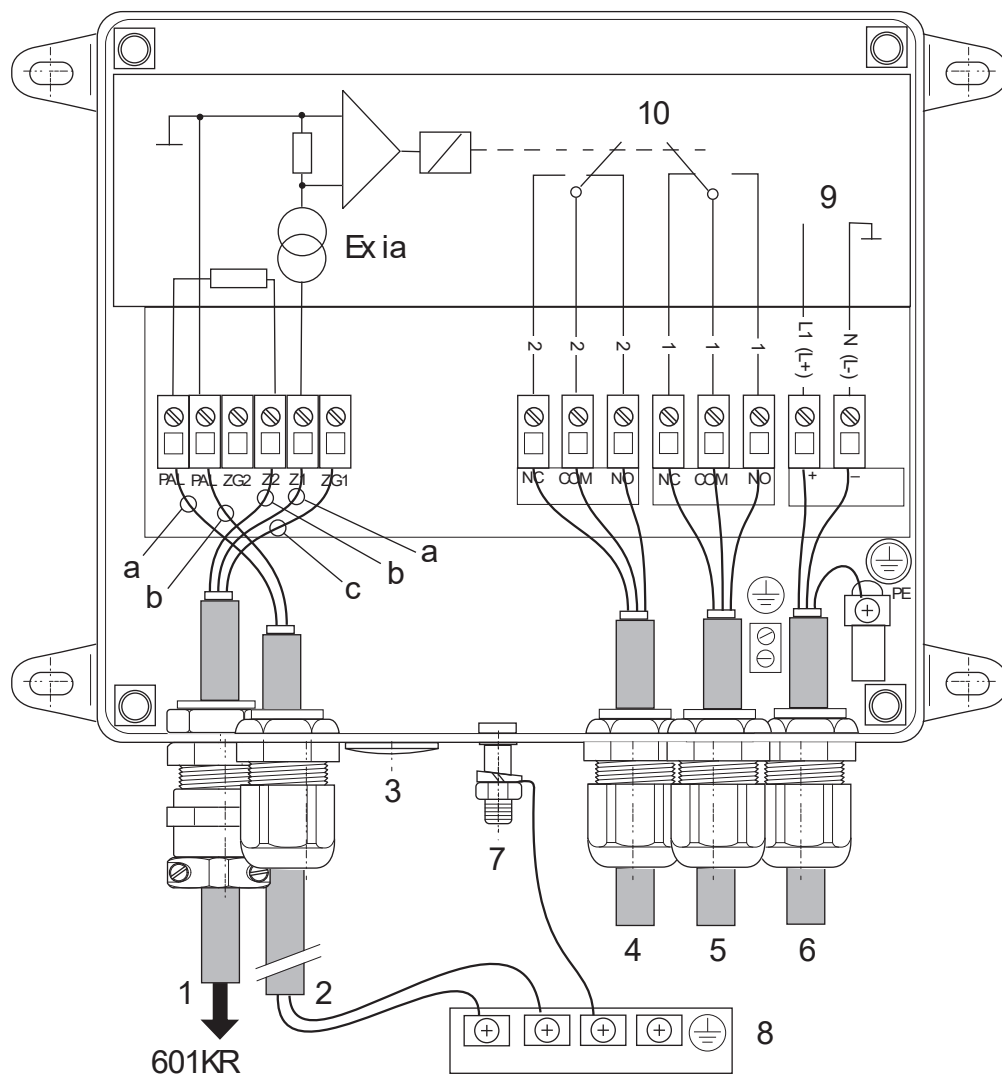
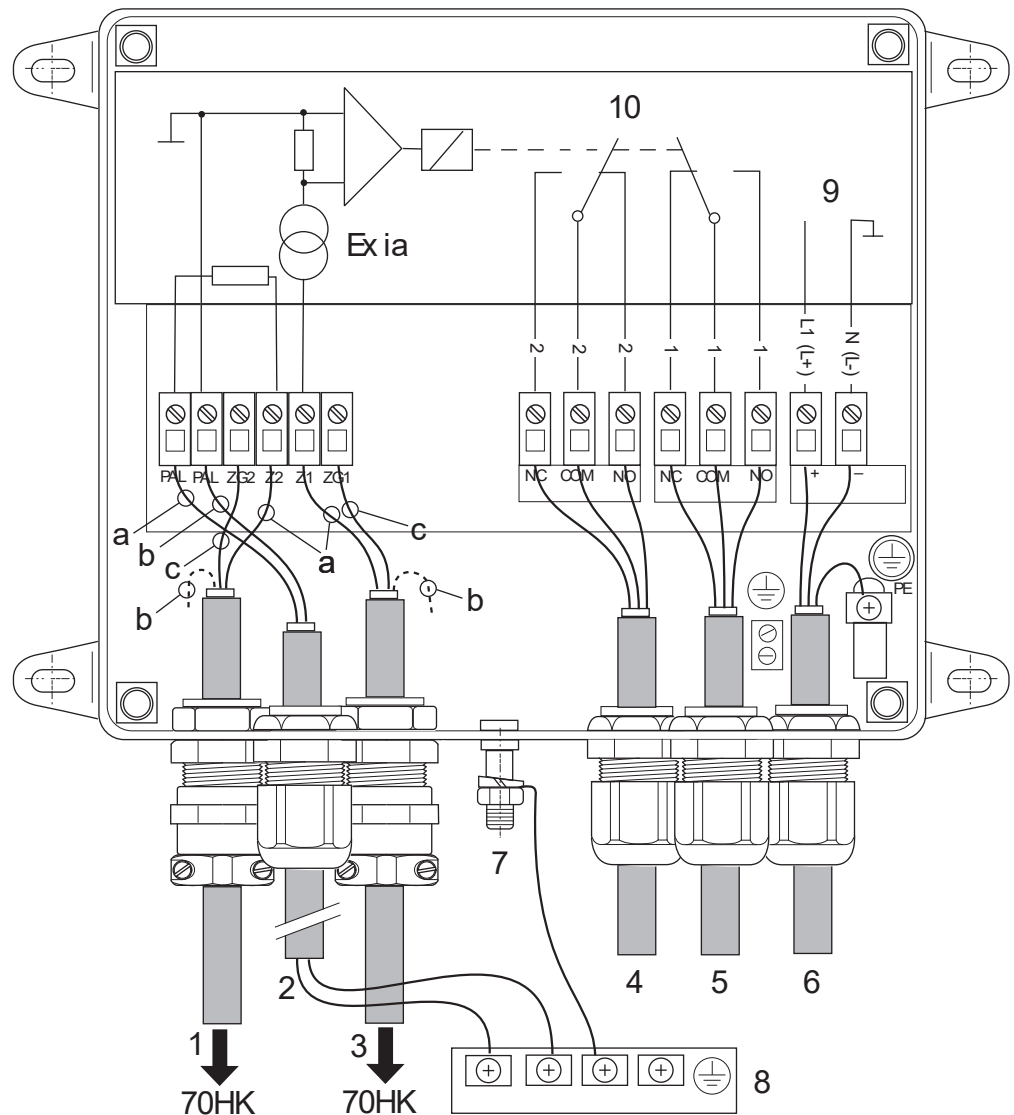

Abb. 4:
Abb. 5:
- Das Gerät muss über den externen Erdanschluss (7, Abb. 4 / Abb. 5) mit dem Potentialausgleich verbunden werden! Zusätzlich muss die Erdklemme im Innern des Gehäuses an einen Schutzleiter oder an einen Potentialausgleichsleiter angeschlossen werden (siehe Kapitel 3.1.3 "Elektrischer Anschluss", Seite 14).
Für die Montagearbeiten in explosionsgefährdeten Bereichen muss sichergestellt sein, dass keine explosionsfähige Atmosphäre existiert! Das Gerät muss über den externen Erdanschluss (7, Abb. 4 / Abb. 5) mit dem Potentialausgleich verbunden werden! Zusätzlich muss die Erdklemme im Innern des Gehäuses an einen Schutzleiter oder an einen Potentialausgleichsleiter angeschlossen werden.
Auf der rechten Seite sind die nicht eigensicheren Anschlussklemmen für die Versorgungsspannung und die Meldekontakte (siehe Abb. 4 / Abb. 5).
- Kabel einführen und gemäß Abb. 4 / Abb. 5 anschließen.
Das Anschlusskabel des Erdkontaktgebers wird über die Kabelverschraubung mit Knickschutz (1, Abb. 4 / Abb. 5) zugeführt. Geräte für die BIG-BAG-Erdung verfügen über zwei Kontaktgeber und die zweite Zuleitung wird über eine zusätzliche Kabelverschraubung mit Knickschutz (3, Abb. 5) zugeführt.
Ein zweidriges Kabel zur Verbindung des Erdungskreises mit der Potentialausgleichsleitung PAL wird über die Kabeleinführung (2, Abb. 4 / Abb. 5) in den Anschlussklemmenraum hineingeführt. Durch die doppelte Führung wird sichergestellt, dass auch Unterbrechungen zur Potentialausgleichsleitung PAL erkannt werden.
Die beiden PAL-Leitungen gehören zu dem eigensicheren Stromkreis; siehe Kabeleingang 2, Abb. 4 / Abb. 5. Die Klemmen auf der Terrabox TCB030 sind auch als eigensichere Klemmen (blau) gekennzeichnet. Es handelt sich **nicht** um Schutzerde-Verbindungen, die Leitungen dürfen **nicht** grün/gelb bzw. gelb ausgeführt werden. Die PAL-Verbindung kann mit einer 2-adrigen Mantelleitung erfolgen, wobei die Adernfarben nicht vorgeschrieben sind, d.h. alle Farben außer grün/gelb bzw. gelb sind zulässig.
Die Kabel der Meldeleitungen werden über die Kabeleingänge (4 und 5, Abb. 4/Abb. 5), das Kabel der Versorgungsspannung über den Kabeleingang (6, Abb. 4 / Abb. 5) zugeführt.
Bei Auslieferung sind die Einführungen (2, 4, 5, Abb. 4 / Abb. 5) verschlossen. Nicht verwendete Einführungen müssen verschlossen bleiben.